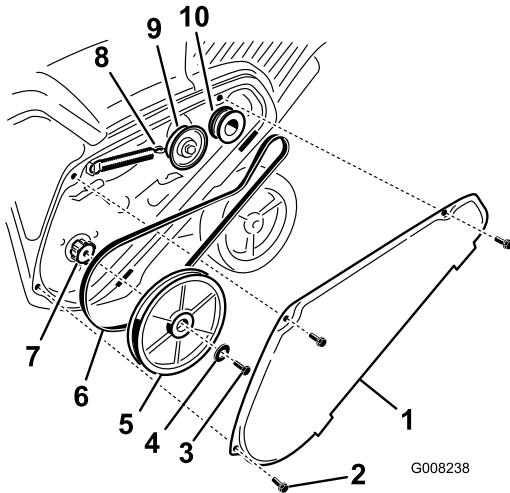

Figure 34
1. Enlevez le couvercle de la courroie d'entraînement après avoir retiré les 3 boulons comme montré à la Figure 34.
Remarque: Acheminez la courroie neuve autour de la poulie du moteur, puis de la poulie de tension, et enfin autour de la poulie de rotor desserrée, située juste au-dessus de l'arbre de rotor (Figure 34).
6. Montez la poulie de rotor sur l'arbre de rotor (Figure 34).
7. Montez la rondelle bombée et le boulon de fixation de la poulie de rotor, et serrez-les solidement (Figure 34).
2. Décrochez le ressort de frein du bras de la poulie de tension pour détendre la courroie (Figure 34).
3. Enlevez la vis et la rondelle bombée qui retiennent la poulie de rotor (Figure 34).
4. Retirez la poulie de rotor et la courroie d'entraînement (Figure 34).